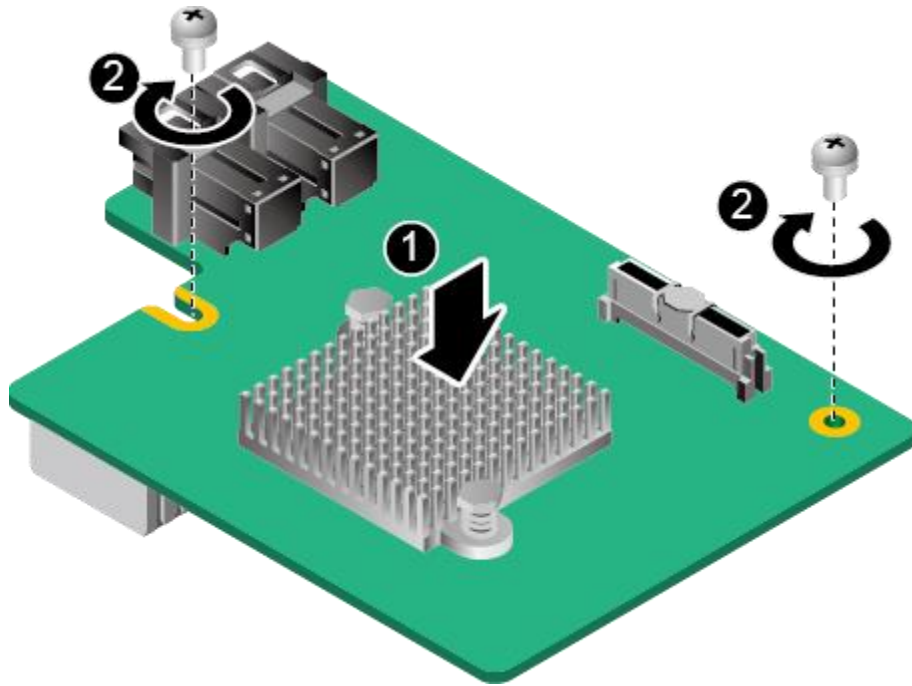

图 5-12 安装 RAID 控制扣卡
10. 对准 RAID 控制扣卡和主板相对应的接口，向下缓慢用力插入 RAID 控制扣卡，如图 5-12 中①所示。
11. 拧紧 RAID 控制扣卡固定螺钉，固定 RAID 控制扣卡，如图 5-12 中②所示。